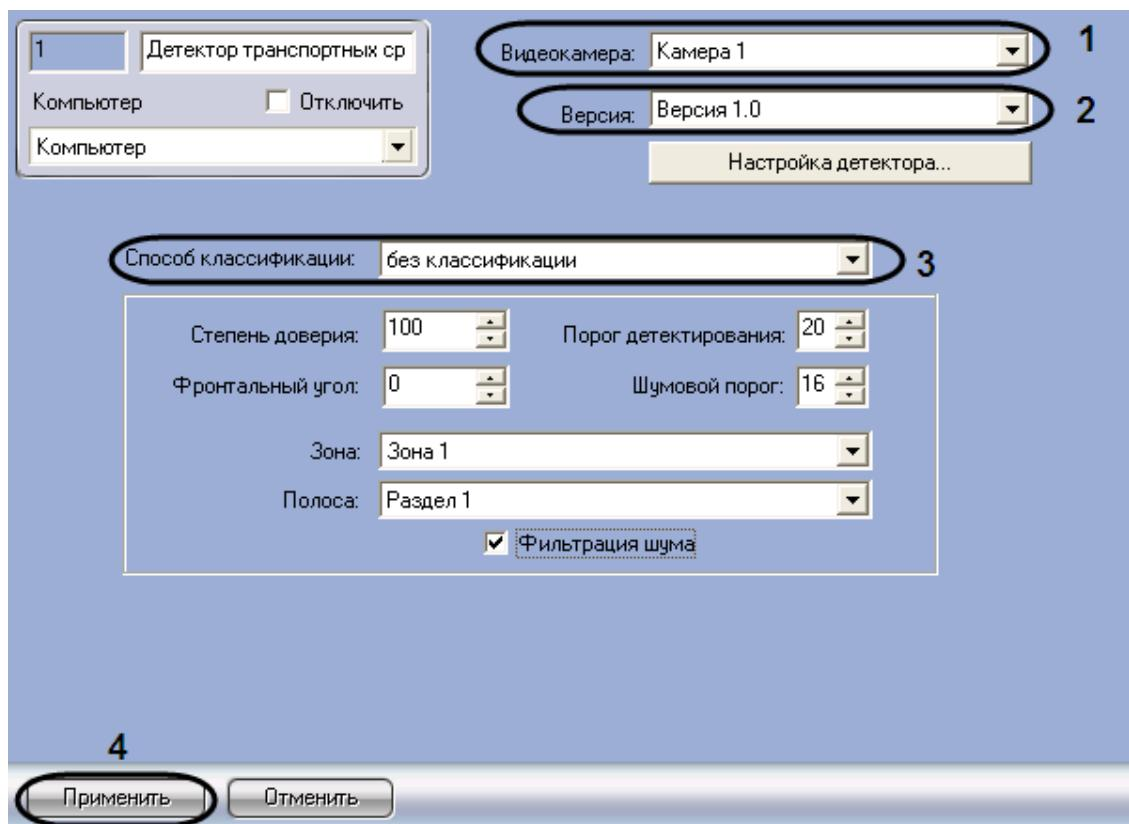

Рис. 7.7—2. Задание параметров детектора транспортных средств
- Перейти на панель настройки объекта «Детектор транспортных средств» (см. Рис. 7.7—2)
2. Из раскрывающегося списка «Видеокамера» выбрать объект «Камера», соответствующий видеокамере детектора транспортных средств (см. Рис. 7.7—2, 1)
3. Из раскрывающегося списка «Версия» выбрать требуемую версию детектора (см. Рис. 7.7—2, 2)
4. Из раскрывающегося списка «Способ классификации» выбрать требуемый способ классификации детектируемых транспортных средств для занесения информации в базу данных процессора транспортного потока (см. Рис. 7.7—2, 3)